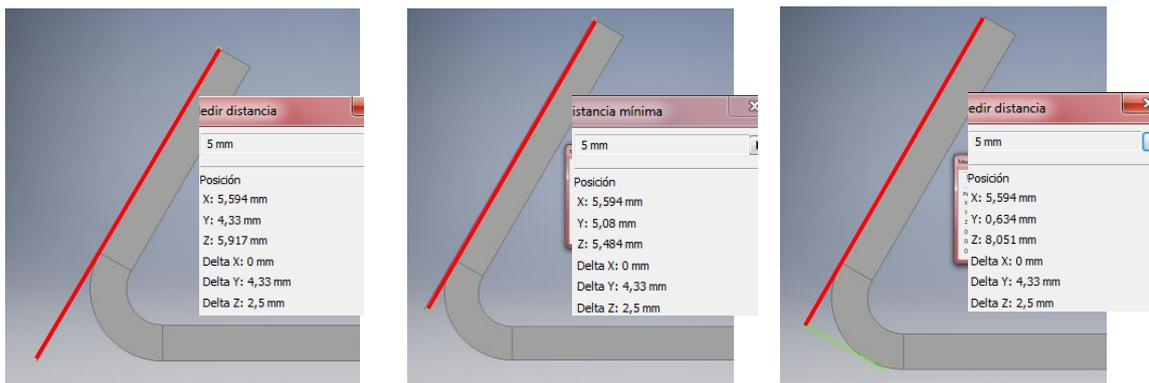

Ilustración 44. Configuración de la referencia de altura en el comando Pestaña. Crear.
- Ofrece la posibilidad de plegar desde la intersección de las caras interiores ➤   , plegar desde la intersección de las caras exteriores ➤   , o en paralelo a la cara detallada de terminación de pestaña ➤   . A continuación se muestran, respectivamente, las posibles configuraciones en la *Ilustración 44*.